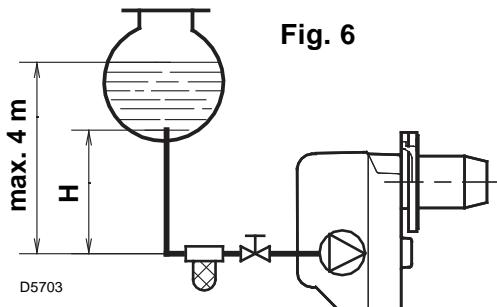
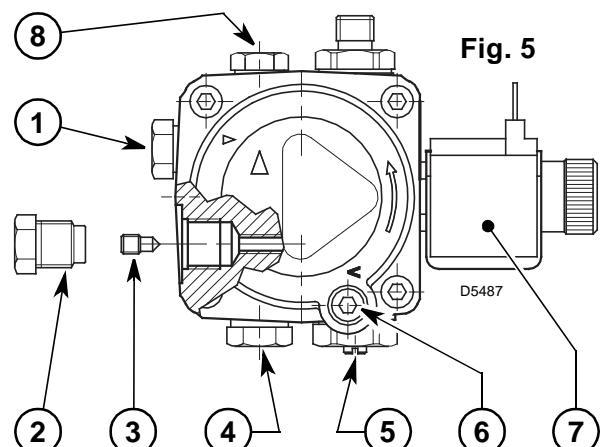

Fig. 6
Fig. 5
- La pompa è predisposta per funzionamento bitubo. Per il funzionamento monotubo è necessario svitare il tappo di ritorno (2), togliere la vite di by-pass (3) e quindi riavvitare il tappo (2), (vedi fig. 5).
Nell'impianto di fig. 6 è sufficiente allentare l'attacco del vacuometro (5, fig. 5) ed attendere la fuoriuscita del combustibile.
Per effettuare le variazioni agire sulla vite (4, fig. 5, pag. 4).